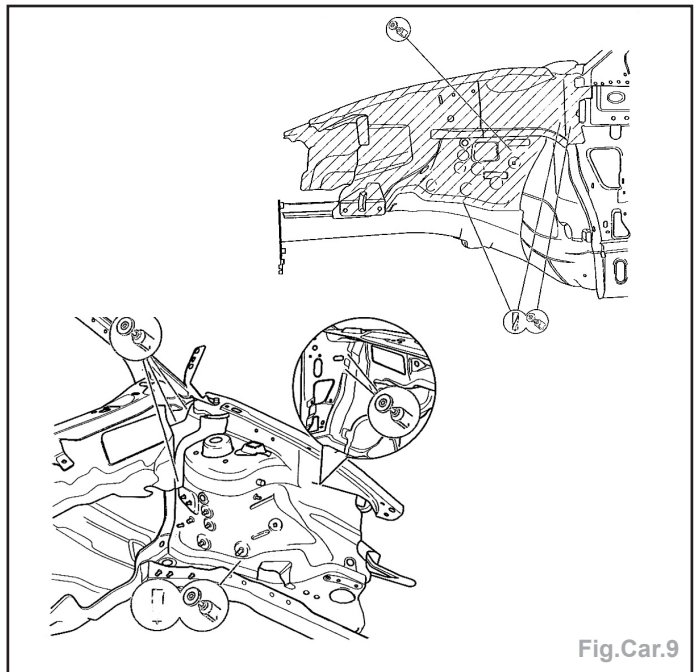

Fig.Car.9
- Fraiser et meuler les points de soudures électrique (Fig.Car.9).